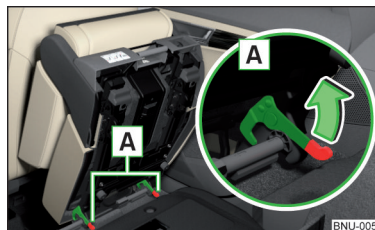

Fig. 94
- Bloquee el asiento al final de las barras guías presionando los bloqueos del asiento **A** en el sentido de la flecha » **fig. 94.**
- Si el asiento está desmontado, colóquelo primero sobre las barras guías y bloquéelo con los bloqueos de asiento **A** » **fig. 94 de la pág. 92.** Verificar si el asiento está correctamente bloqueado tirando de él.